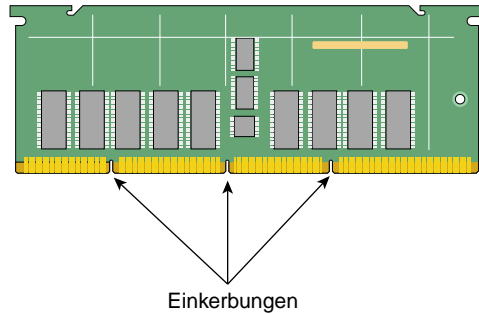

Abbildung 4-11 Feststellen der Lage der Einkerbungen an einem DIMM-Modul
4. Richten Sie das DIMM-Modul am Steckplatz aus. Vergewissern Sie sich, dass sich die Einkerbungen an der Unterkante des DIMM-Moduls über den Nasen des Steckplatzes befinden. Siehe Abbildung 4-11.